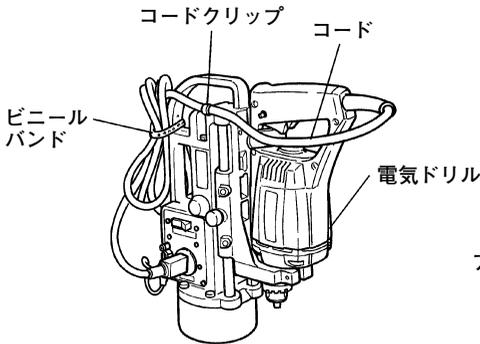

図 6
- (1) 電気ドリルのコードは、1ヵ所をコードクリップで本体に固定し、余分のコードは、作業の障害にならないように束ね、付属のビニールバンドで本体に固定します。(図6)